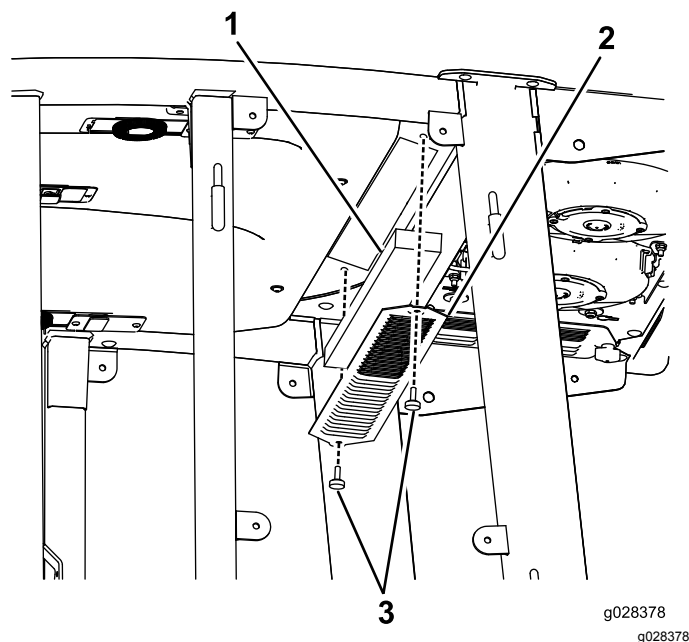

Figura 112
1. Rimuovete le viti e le griglie sia dal filtro dell'aria interno alla cabina, sia da quello sulla parte posteriore della cabina (Figura 112).